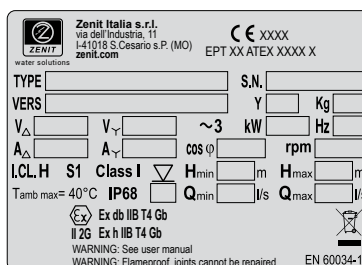

Fig. 3
**Fig. 3** - Etichetta adesiva argentata. Riproduce la targa dati applicata al prodotto e deve essere applicata nell'apposito spazio del presente manuale e ad essa occorre fare riferimento per qualsiasi informazione o richiesta.